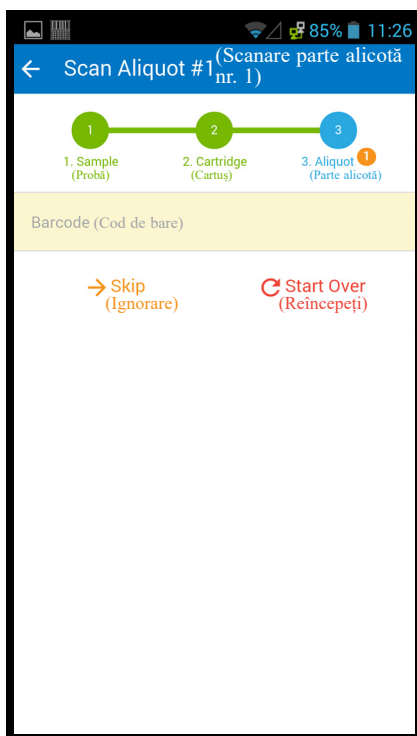

Figura 5-109. Ecranul Scanare parte alicotă al Cepheid Link
- Dacă trebuie scanate părți alicote, se afișează ecranul Scanare parte alicotă (Scan Aliquot) (consultați Figura 5-109).
6. **(Optional)** Dacă proba necesită scanarea unei părți alicote, se va afișa ecranul Scanare parte alicotă (Scan Aliquot) (consultați Figura 5-109).